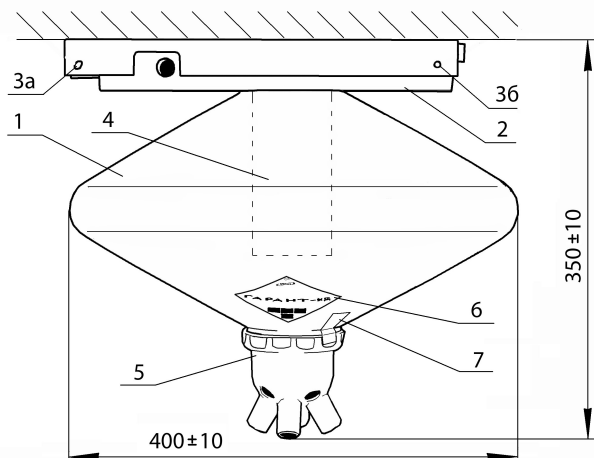

Рис. 1 – Конструкция МПП «Гарант-12КД»
4.1 Модуль МПП(р)-12-КД-1-ГЭ-УХЛ кат. 3.1 конструктивно состоит из следующих основных элементов (рис. 1)4:
- корпуса, заполненного огнетушащим порошком типа АВС (1);
- узла крепления (2) к крепёжной площадке с двумя осями (3а и 3б);
- газогенератора (4) с электроактиватором;
- выпускного мембранного узла с насадком-распылителем (5);
6 Модули порошкового пожаротушения «Гарант-12КД» поставляются с пломбами предприятия-изготовителя. В МПП опломбирован выпускной мембранный узел (поз. 7 рис. 1).